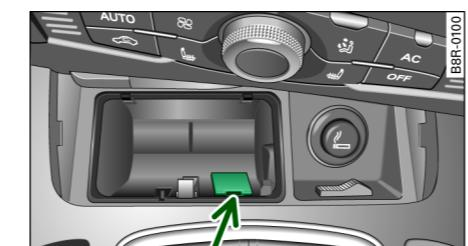

图 170 选档杆的应急开锁
- 用一把螺丝刀或类似的工具将现在可接触到的销子向下按压并把定 ⇒ 图 170。